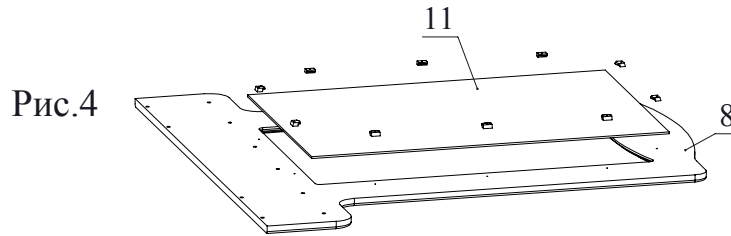

Рис.4
3. Закрепить зеркалодержателями зеркало 11 на детали 8 при помощи шурупов 3,5x16 (Рис. 4).